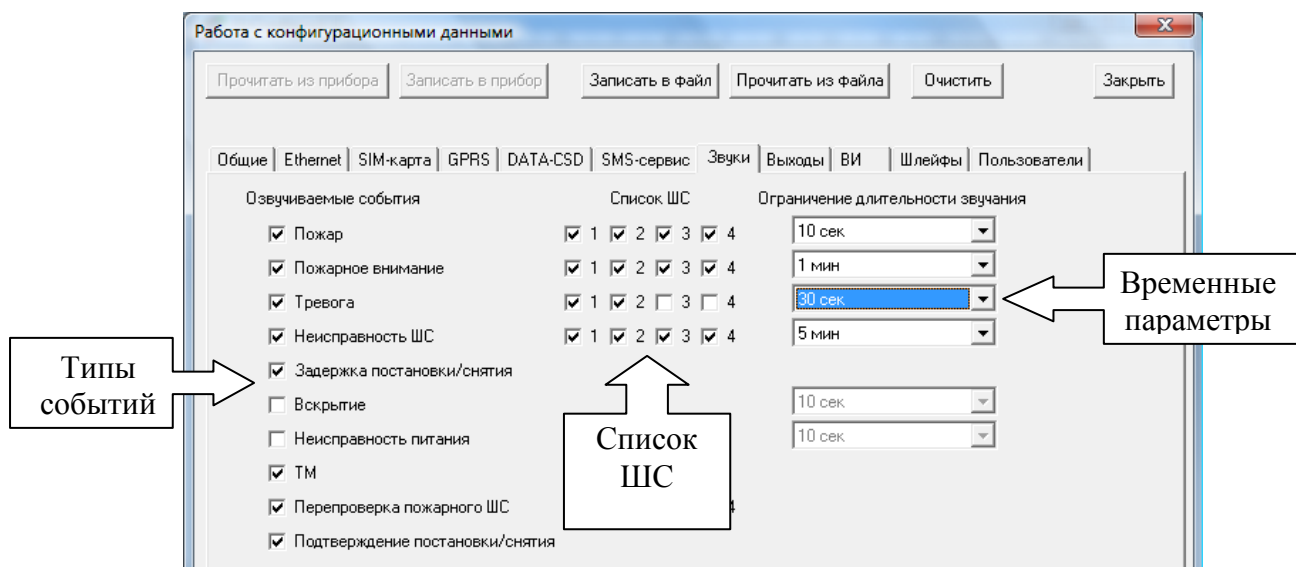

Рис. 11 – Вкладка «Звуки»
Предназначена для настройки звуковых сигналов прибора. Позволяет установить привязку к событию, списку шлейфов сигнализации (ШС), длительность звучания (рис. 11).
- вкладка «Общие» - см. п. 3.3.1 и рис. 11.